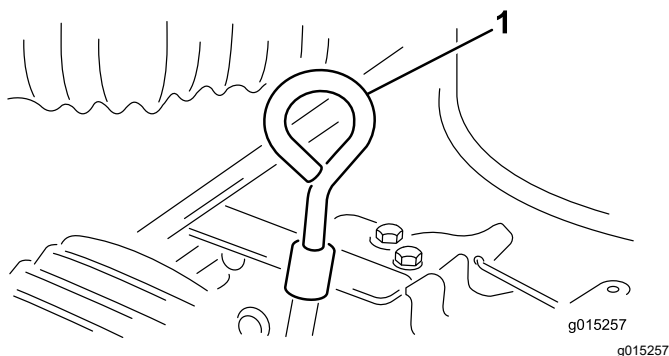

Figura 8
2. Limpie alrededor de la varilla de aceite para impedir que caiga suciedad por el orificio de llenado y cause daños en el motor (Figura 8).